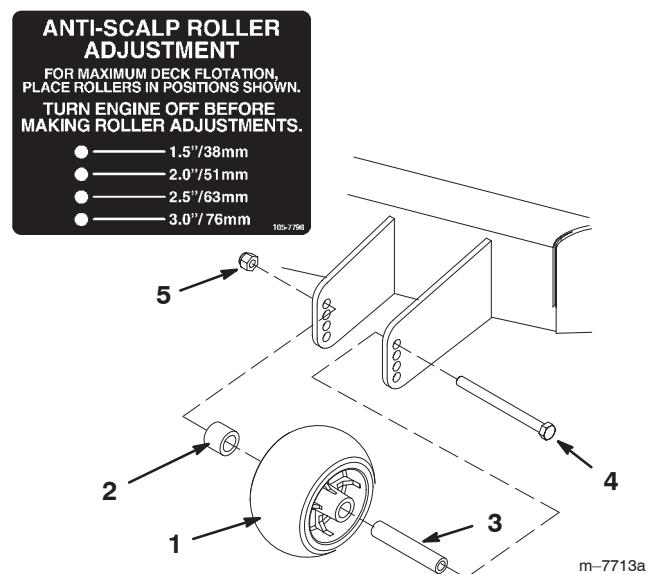

Figure 18
3. Lorsque la hauteur de coupe est réglée, enlevez l'écrou à collarette, la bague, l'entretoise et le boulon (Fig. 18).
4. Choisissez le trou qui convient pour que le galet extérieur se trouve le plus près possible de la hauteur de coupe correspondante voulue (Fig. 18).
5. Posez le galet extérieur, la bague, l'entretoise, le boulon et l'écrou (Fig. 18).